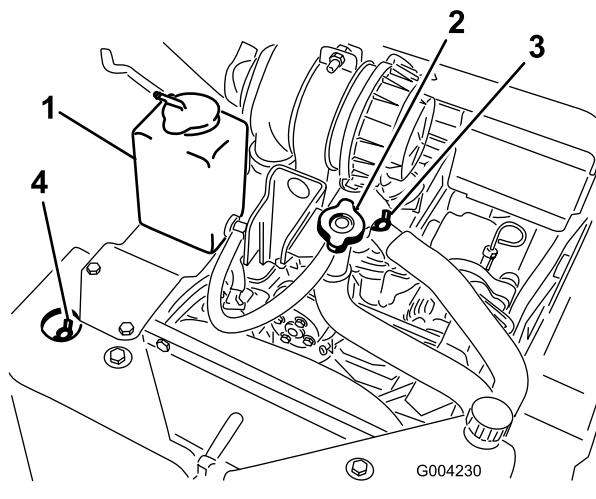

Рисунок 21
- А. Снимите крышку заливного отверстия охлаждающей жидкости (Рисунок 21).
- В. Откройте передний и верхний воздуховыпускные клапаны системы охлаждения (Рисунок 21).
- C. Заливайте охлаждающую жидкость в горловину заливного отверстия до тех пор, пока охлаждающая жидкость не начнет выходить из переднего воздуховыпускного клапана системы охлаждения (Рисунок 21).
- D. Закройте передний воздуховыпускной клапан системы охлаждения (Рисунок 21).
- E. Заливайте охлаждающую жидкость в горловину заливного отверстия до тех пор, пока охлаждающая жидкость не начнет выходить из верхнего воздуховыпускного клапана системы охлаждения (Рисунок 21).
- F. Закройте верхний воздуховыпускной клапан системы охлаждения (Рисунок 21).
- G. Заливайте охлаждающую жидкость в горловину заливного отверстия до тех пор, пока охлаждающая жидкость не покажется в отверстии горловины (Рисунок 21).
- H. Установите на место крышку заливного отверстия охлаждающей жидкости (Рисунок 21).
- I. Добавляйте охлаждающую жидкость в расширительный бачок до тех пор, пока ее уровень не дойдет до линии Full на стенке бачка (Рисунок 21).